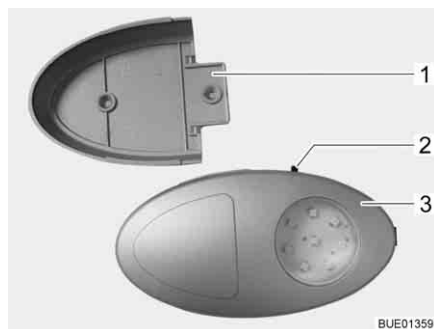

Fig. 64 Eclairage de la penderie
- ▷ Il est possible d'extraire l'éclairage de la penderie de son support vissé (Fig. 64,1) et de l'utiliser comme lampe de poche.
Le bouton Marche/Arrêt (Fig. 64,2) se trouve directement sur l'éclairage de la penderie (Fig. 64,3).